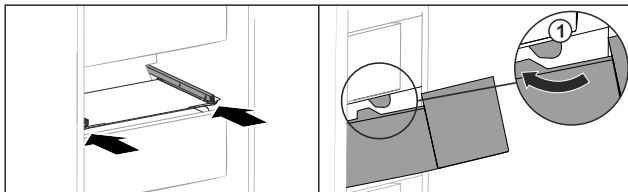

Fig. 167
- ▶ Schubfach um die Stopper Fig. 167 (1) herumführen.